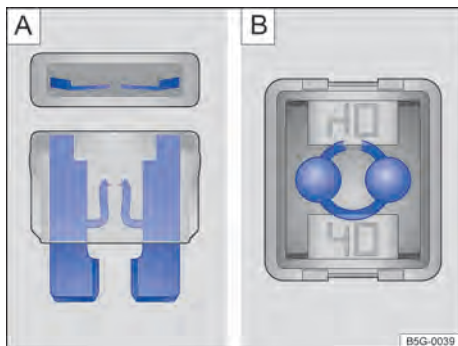

Fig. 154
- Um *fusível plano* (ATO®, MINI®) queimado é reconhecido de cima ou de lado pela carcaça transparente nas faixas metálicas derretidas → Fig. 154 **A**.
- Um *fusível de bloqueio* (JCASE®) queimado é reconhecido pelas faixas metálicas derretidas por cima da carcaça transparente → Fig. 154 **B**.